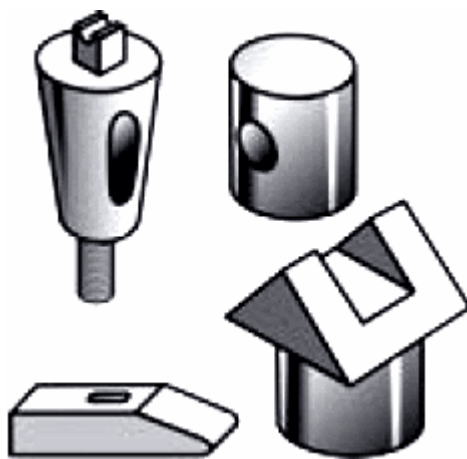

Рисунок 28
**Построение вырезов на геометрических телах.** В практике встречается много деталей и других предметов, геометрическая форма которых изменена различными вырезами (рис. 28). Чтобы выполнить или прочитать чертеж такого предмета, нужно представить его первоначальную форму и форму выреза.